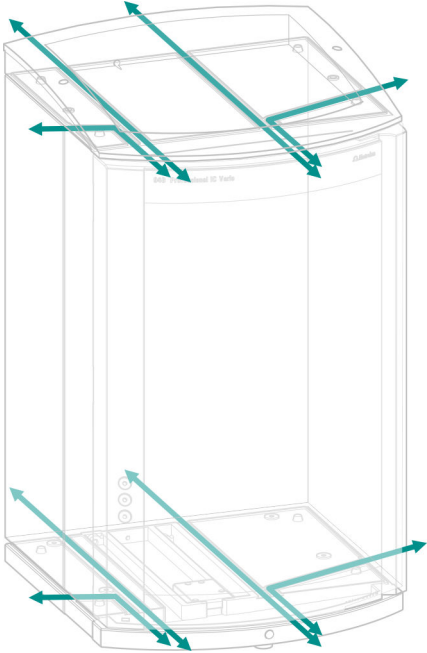

Abbildung 5 Kanäle für Kapillaren
- Kanäle zwischen dem Gerät und der Bodenwanne sowie zwischen dem Gerät und dem Flaschenhalter (siehe Abbildung 5, Seite 12)